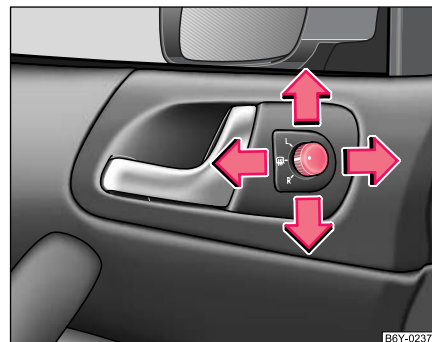

Fig. 42 Parte interior de la puerta: Mando giratorio
- Gire el botón hasta la posición ☐ ⇒ fig. 42.